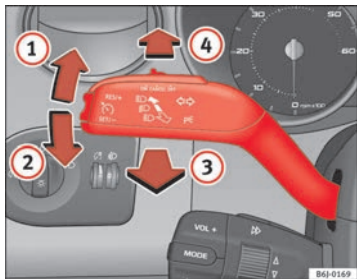

Abb. 56 Blinker und Fernlichthebel
- Drücken Sie den Hebel bis zum Anschlag nach oben ⇒ Abb. 56 (1), um **rechts** zu blinken bzw. nach unten (2), um **links** zu blinken.
- Drücken Sie den Hebel nach vorne ⇒ Abb. 56 (4), um das Fernlicht einzuschalten.